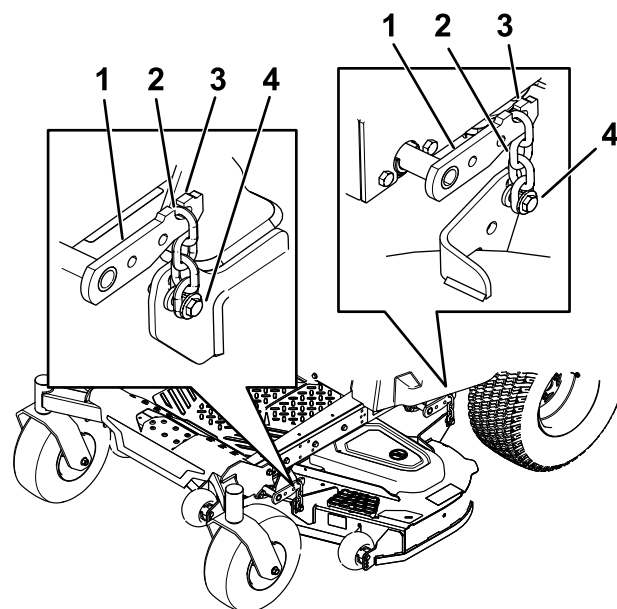

Figura 76
8. Îndepărtați lanurile de pe cârligele braelor de ridicare a punii (Figura 76).
6. Ridicați partea din spate a punii mainii de tuns iarba și montați lanurile pe braele de ridicare spate (Figura 76).
7. Montați lanurile frontale pe braele de ridicare față (Figura 76).